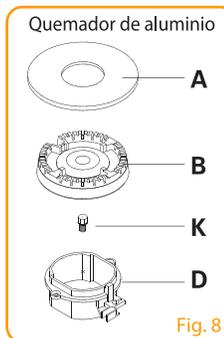

Fig.8
- A** Retire la tapa del quemador (A) (Fig.8).
- B** Retire los inyectores (K) de la cámara de mezcla (D) (Fig.8).
- E** Proceda a ubicar el quemador (B) y la tapa del quemador (A) (Fig.8).